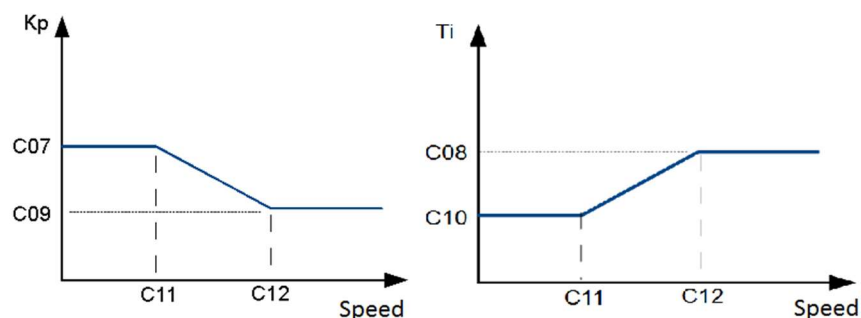

Abbildung 8-11 Koeffizient „PI“ gemäß der Geschwindigkeit.
- Zwischen [C11] und [C12] werden die Koeffizienten „Kp“ und „Ti“ linear an die Bedingungen angepasst (Abbildung 8-11).